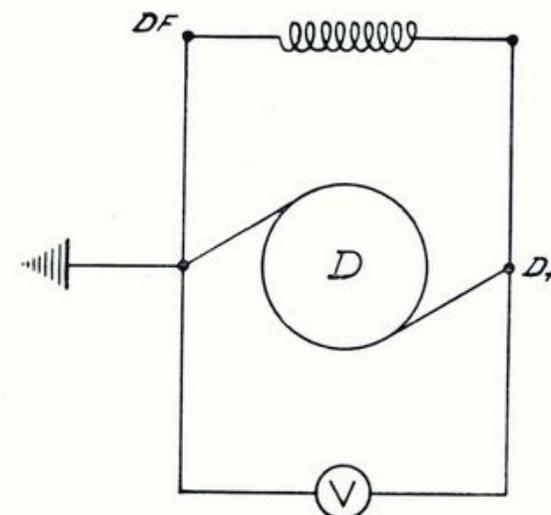

Fig. 119 - Schema prova dinamo sotto-carico a tensione costante 6 V.
b) Prova sotto carico a tensione costante 6 V: Fermi restando i collegamenti della prova precedente collegare un reostato tra il D+ e la massa con in serie un amperometro (fig. 119). Aumentare gradatamente i giri e regolare il reostato finché con la tensione di 6 V si ottiene una corrente di 7,5 A. La potenza sarà quindi $6\text{ V} \times 7,5\text{ A} = 45\text{ W}$ (potenza nominale). Il numero di giri corrispondente deve essere minore o uguale a 2100 g/1'. Se la dinamo ha le caratteristiche suddette vuol dire che è efficiente, e bisogna quindi cercare la causa nel regolatore.